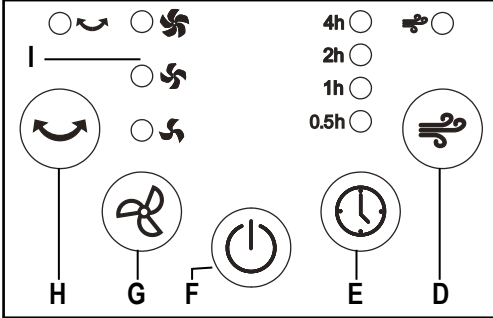

Fig. 2
- DESCRIPTION DES FONCTIONS (Fig. 2)**